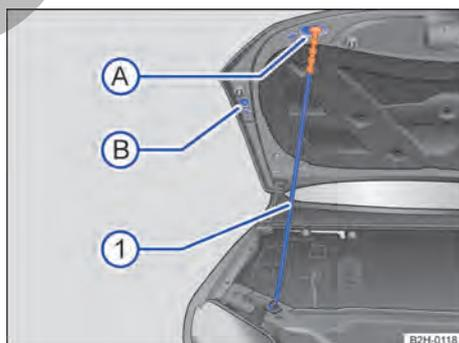

Fig. 167 Sujeción del capó delantero con la varilla de apoyo.
- Desencape la varilla de sujeción del lado derecho del portacierre por el extremo de color → Fig. 167 ① → ⚠.
- Introduzca el extremo de color de la varilla en la fijación → Fig. 167 A o B.